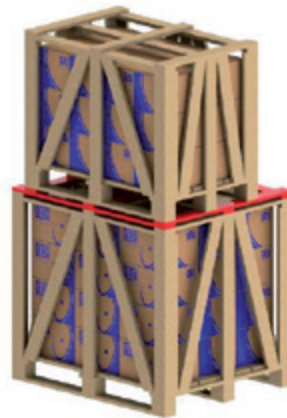

Figura 5.5 - Utilización de varas adicionales para apilamiento
4) Para el apilamiento de un volumen menor sobre un volumen mayor, agregue varas transversales entre los mismos cuando el mayor no ofrezca resistencia al peso del menor (ver Figura 5.5). Esta situación normalmente ocurre con los volúmenes de los motores de carcasa por encima de la IEC 225S/M (NEMA 364/5T).